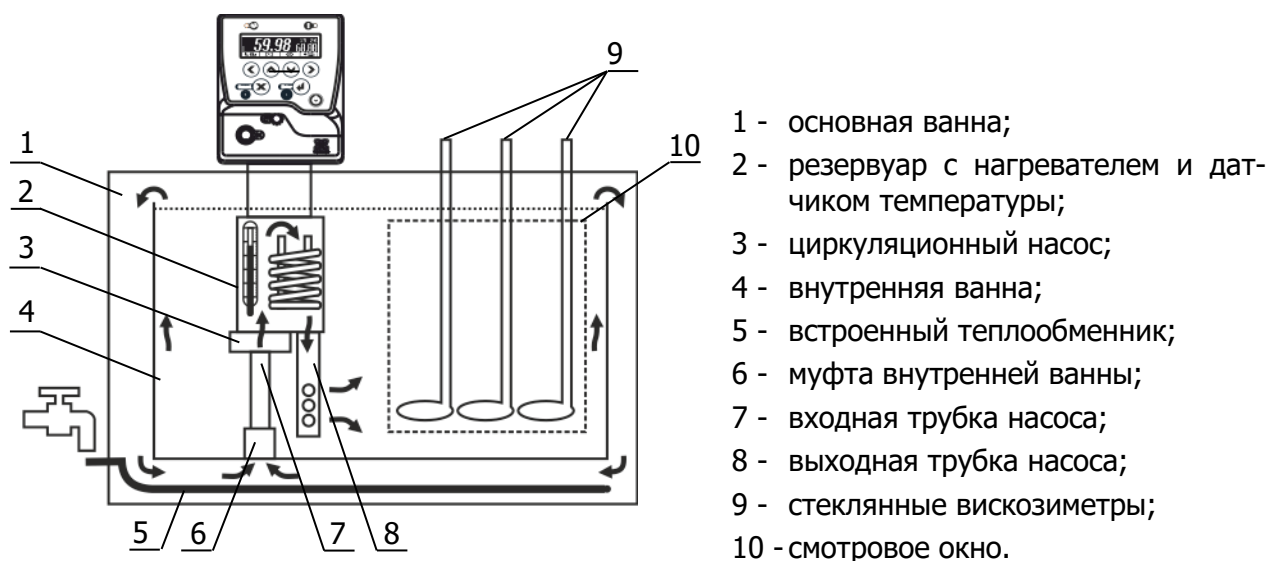

Рисунок 2 — Принцип работы термостата
1.4.7 Циркуляционный насос 3 блока регулирования температуры (рисунок 2) через входную трубку 7, вставленную в муфту 6, забирает теплоноситель из основной ванны 1 и нагнетает его в резервуар 2 с нагревателем и датчиком температуры. В резервуаре температура теплоносителя регулируется и далее, через выходную трубку 8, теплоноситель поступает во внутреннюю ванну 4, а из нее, переливом через верхний край внутренней ванны, возвращается в основную.